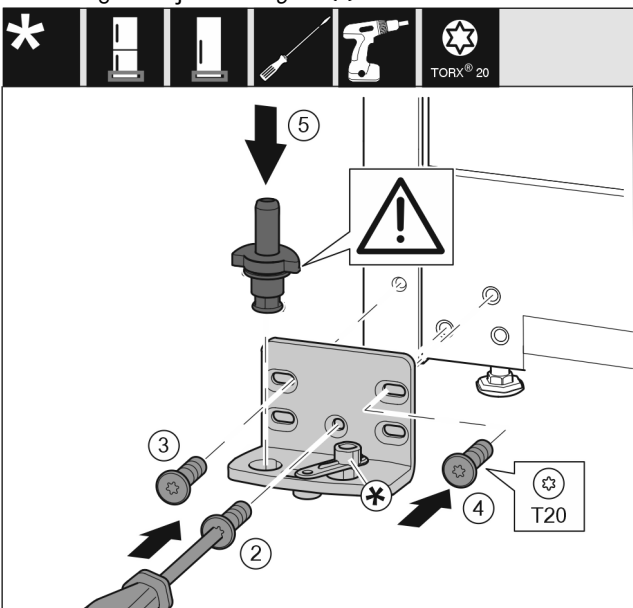

Fig. 14
- ▶ Lagerbus op de andere kant aanbrengen en met behulp van een schroevendraaier T20 vastschroeven. Met schroef 2 onder in het midden beginnen. Fig. 14 (2)
- ▶ Schroef 3 en 4 vastschroeven. Fig. 14 (3,4)
- ▶ Lagerbout volledig aanbrengen. Let op dat de vergrendel nok naar achter wijst. Fig. 14 (5)